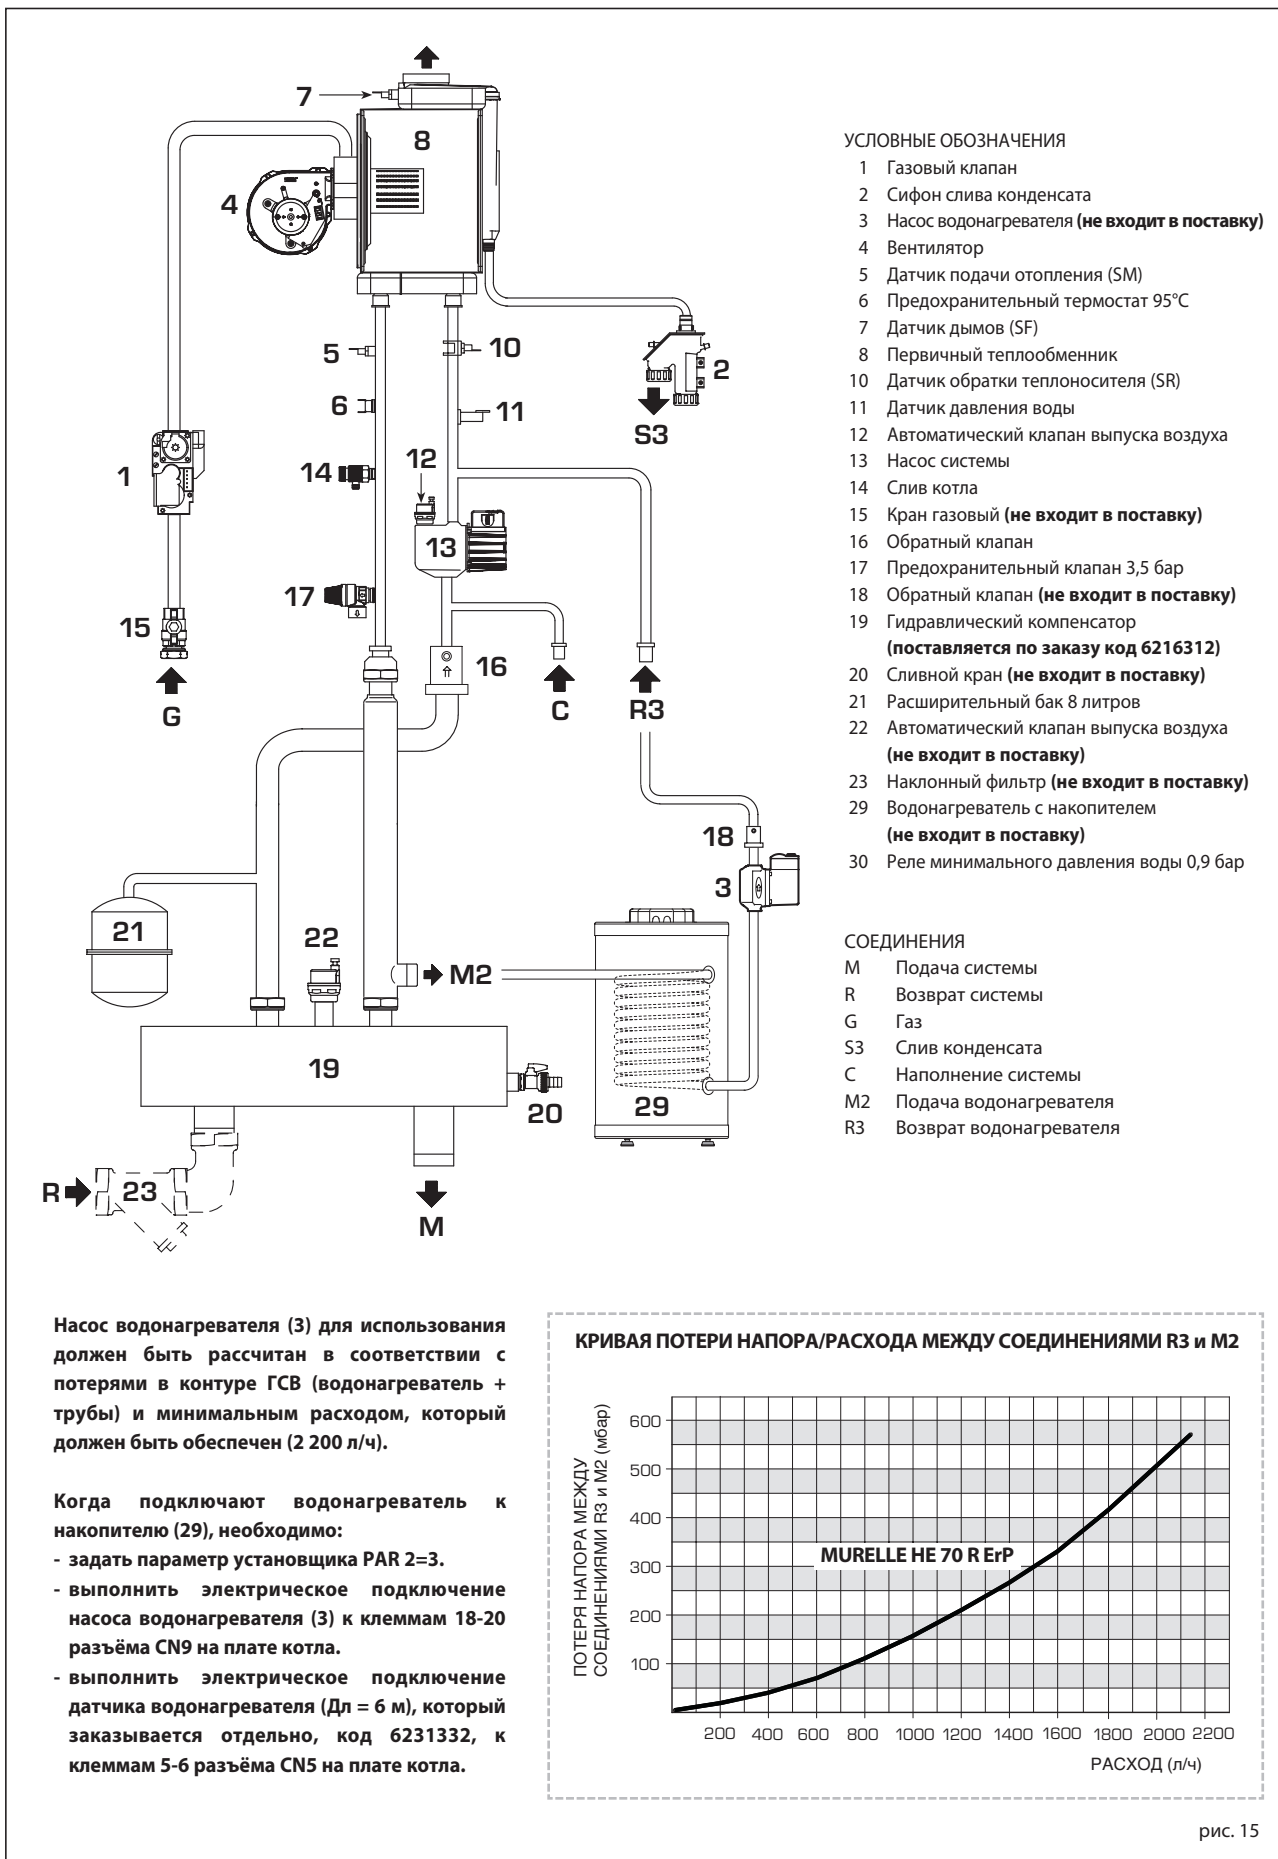

рис. 15
3.10 "MURELLE HE 70 R ErP" С НАБОРОМ код 8101541 И ВОДОНАГРЕВАТЕЛЬ ФАКУЛЬТАТИВНО (рис. 15)